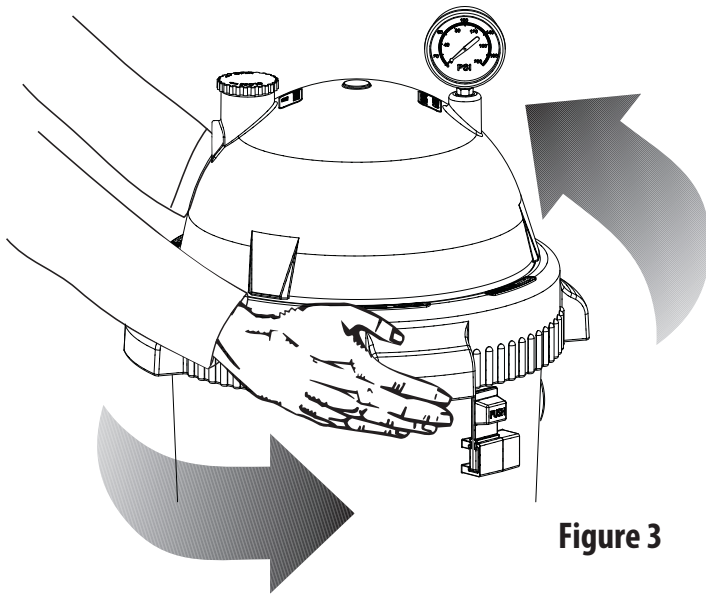

Figure 3
- C. Tourner la bague Pro-Clean Ring à droite jusqu'à ce qu'elle se verrouille derrière le verrou de sécurité (se reporter à la Figure 3).
- A. Appuyer sur le verrou de sécurité (qui se trouve sous la bague) en le poussant vers le corps du filtre pour le dégager (se reporter à la Figure 3).